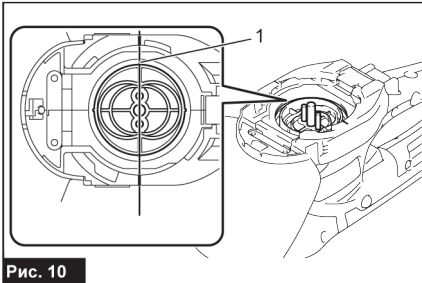

Рис. 10
3. Отрегулируйте три штифта так, чтобы их положение совпадало с линией совмещения (рис. 10).